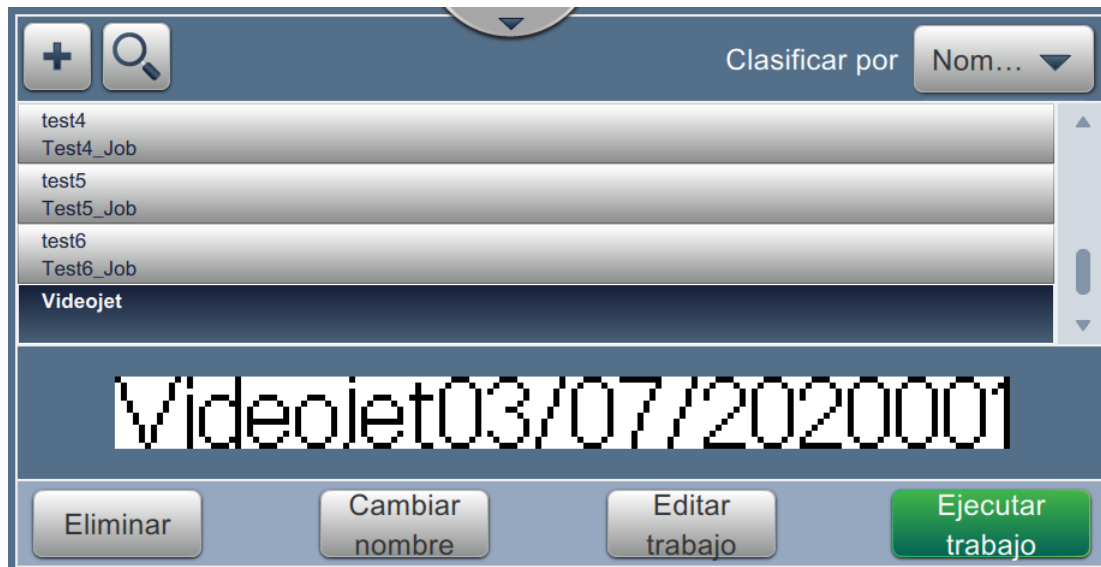

Figura 5-26: Lista de trabajos
32. El trabajo “Videojet” se agrega a la lista de trabajos, como se muestra en la Figura 5-26.